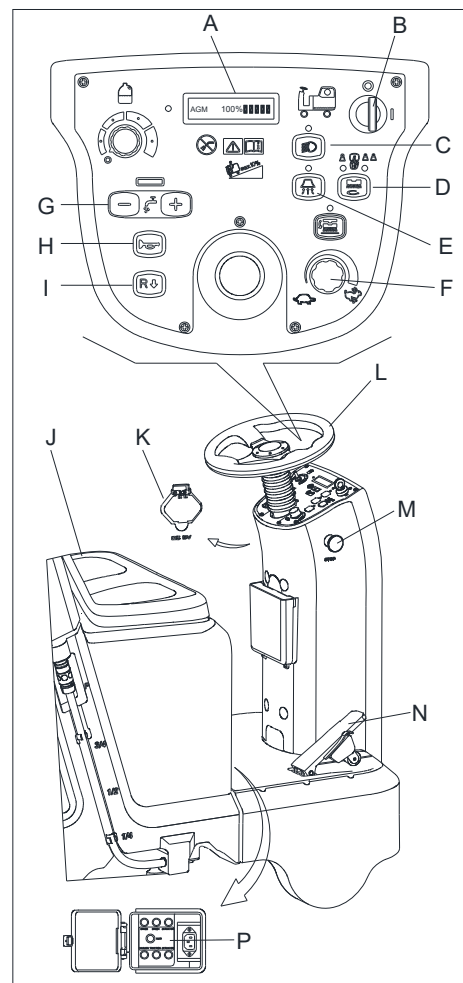

Figura 7
2. Sedersi sul sedile (J, Figura 7), inserire l'interruttore chiave (B) e ruotarlo su "I". Se lo schermo LCD (A, Figura 7) è al 100%, le batterie sono completamente cariche per l'uso. Se lo schermo LCD (A, Figura 7) è al 10%, le batterie devono essere caricate prima del funzionamento. [Consultare i capitoli della sezione MANUTENZIONE per la ricarica delle batterie]
3. Premere il pulsante di Avvio (D, Figura 7) per avviare la macchina, il tergipavimento e le spazzole vengono poggiati automaticamente sul pavimento, il motore di aspirazione inizia a funzionare.
4. Abbassare il pedale dell'acceleratore (N, Figura 7), guidare la macchina in avanti o in retromarcia mediante il
volante (L, Figura 7) insieme all'interruttore avanti-indietro (I, Figura 7), potete regolare la velocità mediante la manopola di regolazione della velocità (F, Figura 7).
5. Regolare il flusso mediante il tasto di regolazione delle soluzioni (G, Figura 7) in base alle necessità di pulizia.
6. Potete ricaricare il cellulare o tablet mediante la porta di ricarica USB (K, Figura 7) quando l'interruttore chiave (A, Figura 7) è ruotato sulla posizione "ON".
7. Premere il clacson (H, Figura 7) per allertare le persone, se necessario.
8. Se necessario, premere il tasto di emergenza (M, Figura 7) per effettuare la fermata di emergenza della macchina.
Il motore spazzole, di aspirazione e trazione, e del circuito di controllo sono protetti dal protettore di sovraccarico (P, Figura 7). Quando il protettore scatta, non resettare immediatamente senza aver trovato la causa del problema, e assicurarsi che il motore si raffreddi prima di resettare.
9. Rilasciare il pedale dell'acceleratore (N, Figura 7), la macchina smette di funzionare.
10. Premere il pulsante di Avvio (D, Figura 7) per arrestare le spazzole e il motore di aspirazione. Le spazzole e il tergipavimento vengono sollevati automaticamente dal pavimento. Il sistema di aspirazione viene chiuso dopo alcuni secondi di ritardo.